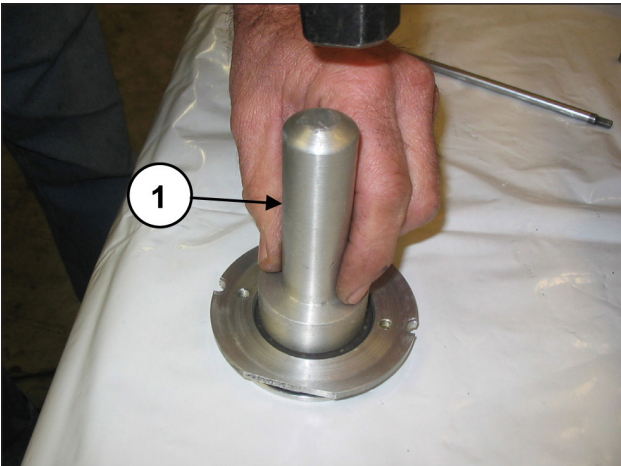

Abb. 129
Montieren Sie den Ölabbstreifer in seinen Deckel (Pos. ①, Abb. 129) mithilfe eines Dorns Art. 27910900.